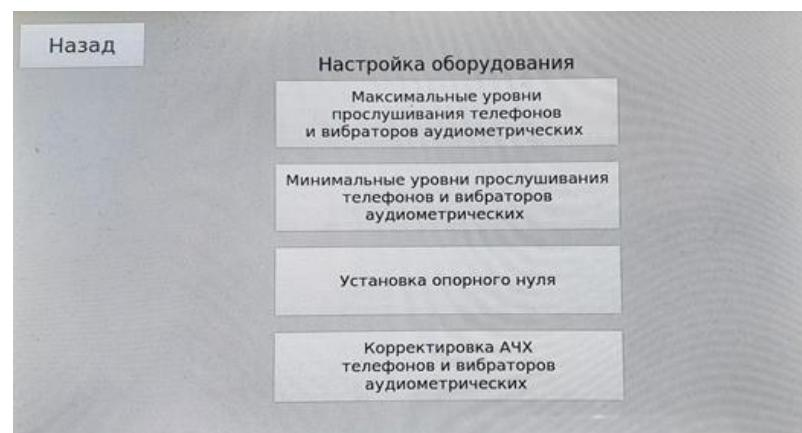

Рис.17. Калибровка аудиометра
- 5) Калибровка аудиометра. (рисунок 17)
Меню предназначено для настройки и обслуживания прибора (рисунок 17). Вход через пароль, заданный заводом-изготовителем (рисунок 16).